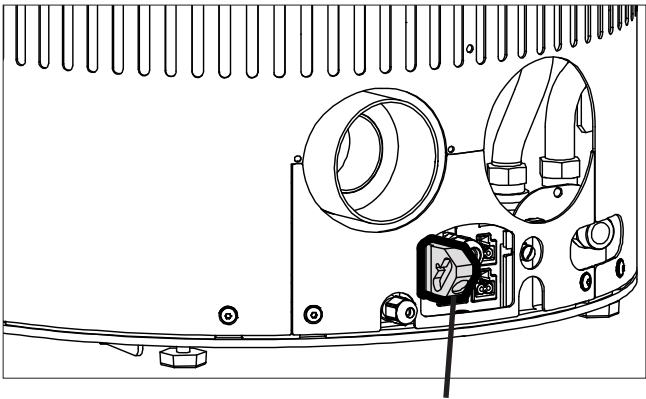

Fig.5 Connecteur 5 pôles
- Insérer le connecteur 5 pôles joint à la fourniture dans la douille qui se trouve à l'arrière du poêle (Fig.5). Si on veut utiliser le poêle avec ses accessoires (thermostat ambiant externe et / ou télécommande), il convient d'abord de brancher les câbles de jonction sur le connecteur comme décrit dans les notices accompagnant les accessoires.